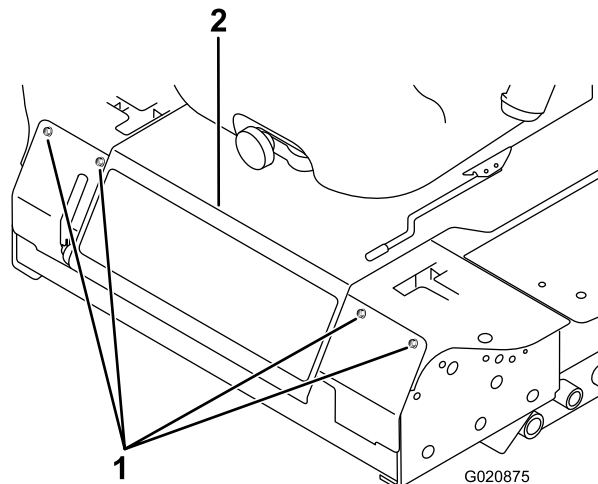

Figura 52
2. Togliete i bulloni che fissano il pannello anteriore, e rimuovete il pannello (Figura 52).